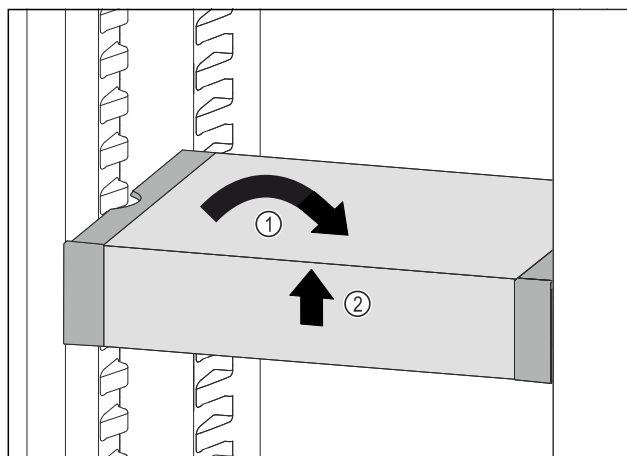

Fig. 214
- Collocare VarioSafe in maniera dritta. Fig. 214 (1)
- Sollevare VarioSafe dal lato anteriore. Fig. 214 (2)